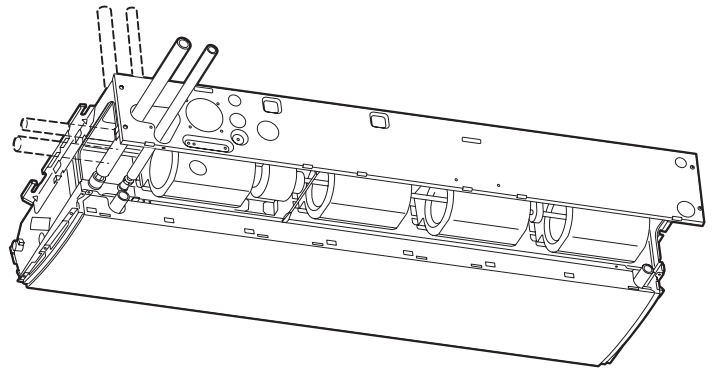

Fig. 3-78b
- * Para una salida de condensados a la izquierda, véase pág. 52. (Fig. 3.78b)